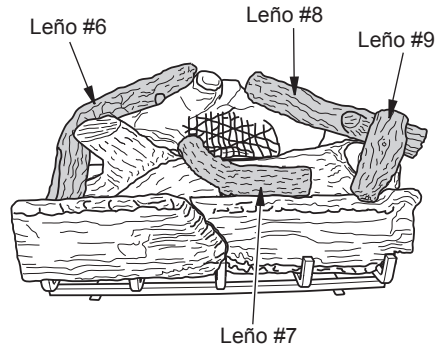

Figura 26 - Instalación Leños #6, #7, #8 y #9
4. Coloque los leños #6, #7, #8 y #9 como se muestra en la Figura 26.